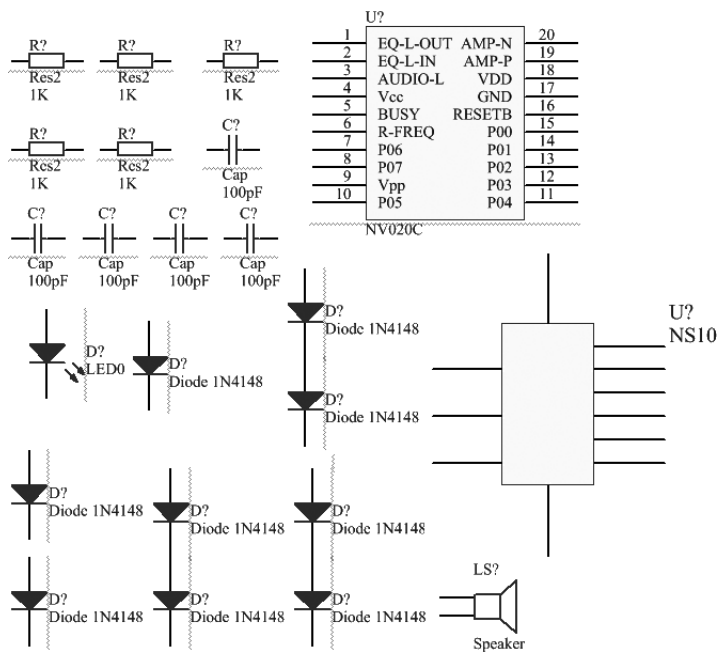

图 6-23 放置元件
(1) 在“Schlib1. SchLib”元件库找到 NV020C 芯片、NS10 芯片，在“Miscellaneous Devices. IntLib”元件库找到电阻、电容、二极管等元件，放置在原理图中，如图 6-23 所示。